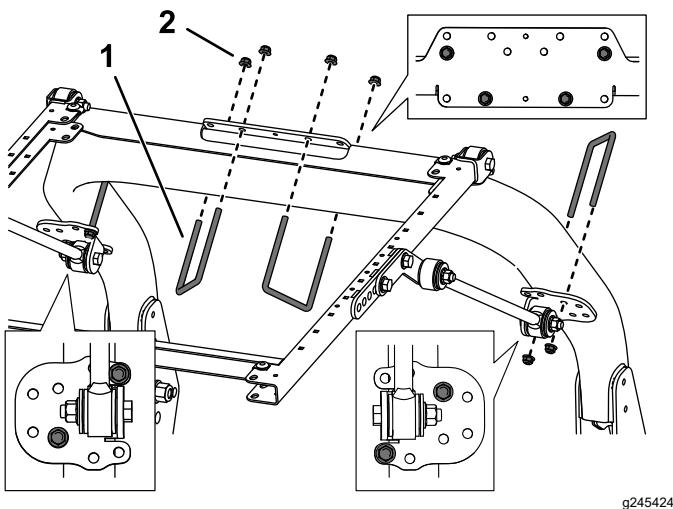

Bild 39
8. Befestigen Sie jede Strebenhalterung lose mit einem U-Bügel (3½" x 5") und zwei Bundmuttern in den in Bild 39 abgebildeten Befestigungslöchern an den Streben des Überrollbügels.